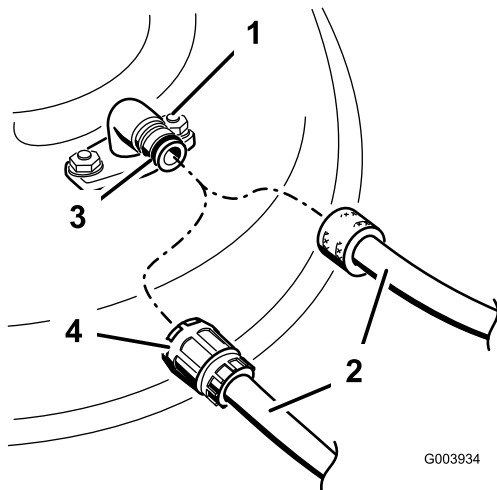

Figura 70
3. Coloque união da mangueira na extremidade de limpeza do cortador e ligue a água em elevado (Figura 70).